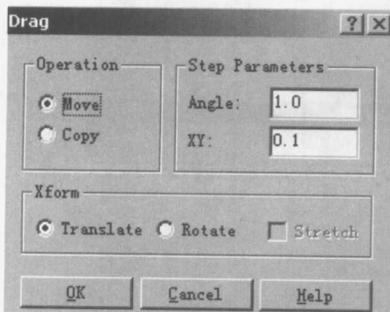

图 1-15
(14) 选取 Add→Ins, 它有三个选项, 方程式绘曲线、齿轮、列出全部图形资料。
(15) 在修整 (Modify) 的 Drag (拖动) 功能, 增加了一个对话框, 如图 1-15 所示。